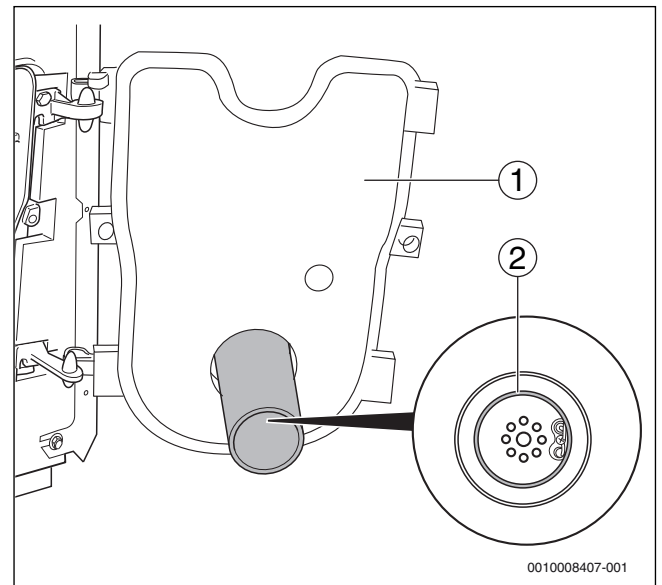

Fig. 40 Comprobación de la colocación correcta de la junta
- ▶ Con la puerta del quemador abierta (→fig. 40, [1]) compruebe el posicionamiento correcto de la junta (→fig. 40, [2]).
- ▶ Cierre la puerta del quemador (→fig. 40, [1]) y apriete los tornillos de sujeción de la puerta del quemador (aprox. 10 Nm).